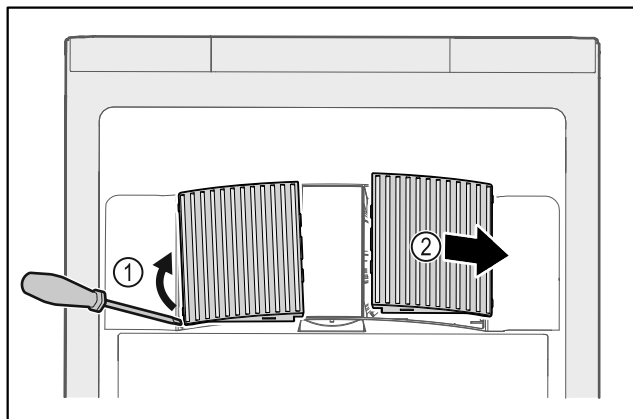

Fig. 59
- Ventilatorafdekkingen voorzichtig aan de zijkant eruit halen Fig. 59 (1) en naar de voorkant toe verwijderen Fig. 59 (2).